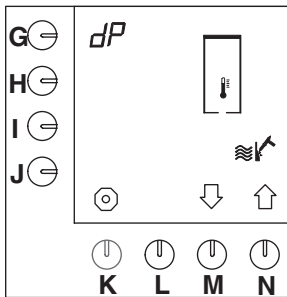

Fig. 21 Start ontkalkingsprogramma heetwatersysteem
- Het ontkalkingsprogramma verschijnt in het display (fig. 21).
- houdt programmeertoets (G.) ingedrukt, totdat fig. 21 weer in het display verschijnt.